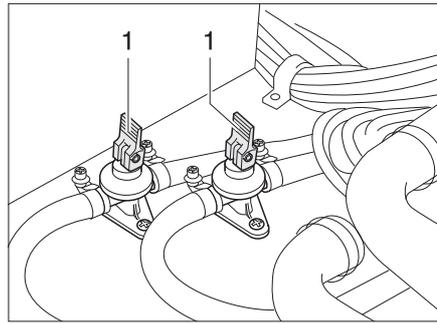

Fig. 119 Robinets de vidange
- Fermer les robinets de vidange. Placer les leviers à bascule (Fig. 119,1) en position horizontale.
- Ouvrir les robinets de vidange (Fig. 119). Pour cela, placer les leviers à bascule (Fig. 119,1) en position verticale. Le chauffe-eau est vidé à l'extérieur par le biais des robinets de vidange.